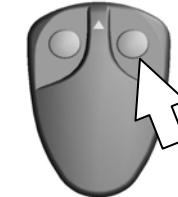

Fig. 2
6. Quand le voyant se rallume, appuyer sur le bouton droit de l'émetteur (fig. 2), et le maintenir enfoncé jusqu'à ce que le voyant commence à clignoter : la fonction « économiseur de pile » est maintenant rétablie.
2. Sobald die LED wieder angeht, drücken Sie den rechten Taster des Senders (Abb. 2) und halten ihn gedrückt, bis die LED zu blinken beginnt.
2. Cuando el LED se reenciende, pulse el botón derecho del transmisor (fig. 2) y manténgalo pulsado hasta que el LED comience a parpadear; la función "economizador de batería" es excluida.
2. Quando o LED se reacende, carregar no botão direito do transmisor (fig. 2) e mantê-lo carregado até que o LED comece a piscar.